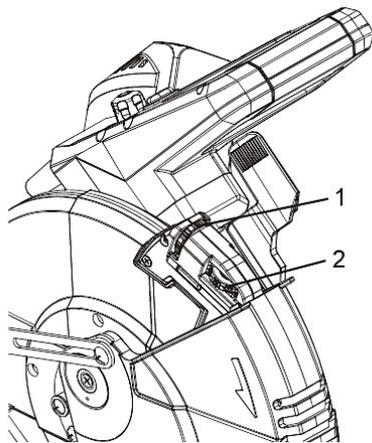

Abb. 31: Einstellen der Position der Laserlinie nach Prozedur A
**Einstellen der Position der Laserlinie nach Prozedur A (Abb. 31, 32)**
**Einstellen der Position der Laserlinie nach Prozedur B (Abb. 31, 33)**